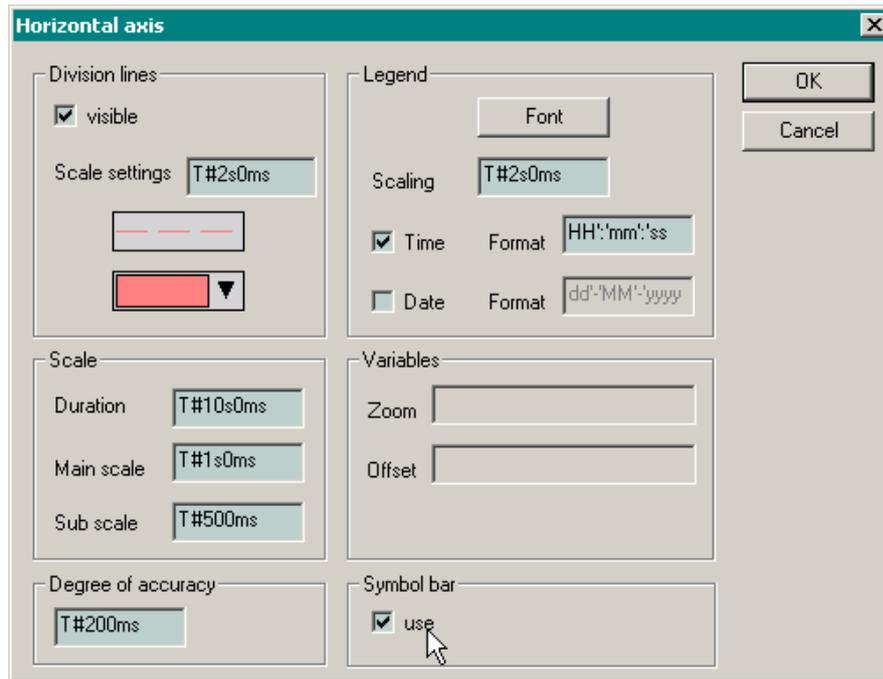

Рис. 92. Настройка параметров горизонтальной оси
3. Для настройки параметров горизонтальной оси графика нажмите кнопку **Axis–Horizontal axis** в категории параметров **Trend**. На экран монитора будет выведена диалоговая панель **Horizontal axis**, показанная на рис. 92.
Установите значения параметров горизонтальной оси, как показано на рис. 92, после чего закройте диалоговую панель **Horizontal axis** нажатием кнопки **OK**.